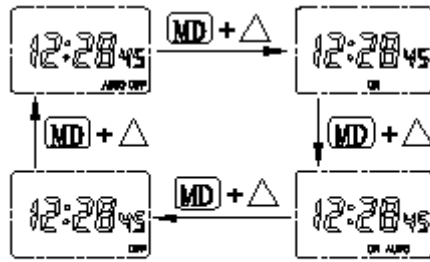

图19 时控开关手动/自动设定流程图
4.3 同时按下“MD”和“△”键可切换手动/自动状态。连续按该组合键, 屏幕右下角依次显示“OFF”“AUTO OFF”、“ON”、“ON AUTO”, 当运行过程中需要手动开、关电路时, 可通过该组合键使开关状态调到开(ON)、关(OFF); 若时控开关需要根据设置时间自动工作, 当前状态需要开的调整到“ON AUTO”位置, 当前状态需要关的调整到“AUTO OFF”位置, 这样时控开关才能按设定的时间工作, 实现自动控制。操作流程见图19。